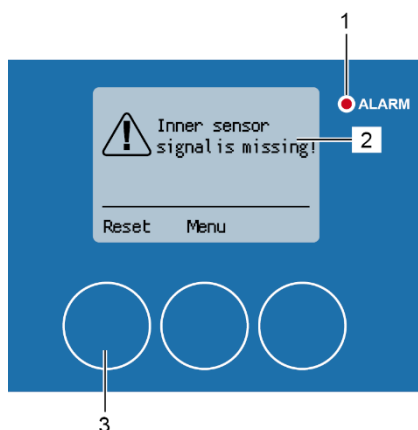

Figura 194: Alarma de la señal del sensor interior
El mensaje de alarma «¡Error de señal del sensor interior» (Figura 194/2) aparece durante el proceso de limpieza si hay un problema con el sensor de proximidad del centro del rotor. Por ejemplo, si el sensor de proximidad situado en el centro del rotor vuelve a emitir una señal nueva (p. ej., debido a la suciedad) después de que ya haya emitido una señal al detectar el carro de limpieza. El indicador LED rojo de alarma (Figura 194/1) se enciende.
2. Restablezca el mensaje de alarma pulsando [Restablecer] (Figura 194/3).
Si se restablece el mensaje de alarma sin solucionar el problema que haya dado lugar al error, el mensaje de alarma volverá a aparecer. Se puede acceder al menú «1 Menú principal» a través de [Menú] (Figura 194/4), p. ej., para comprobar el estado de la señal de los sensores de proximidad.  Capítulo 6.5 Indicaciones de estado en la página 89.